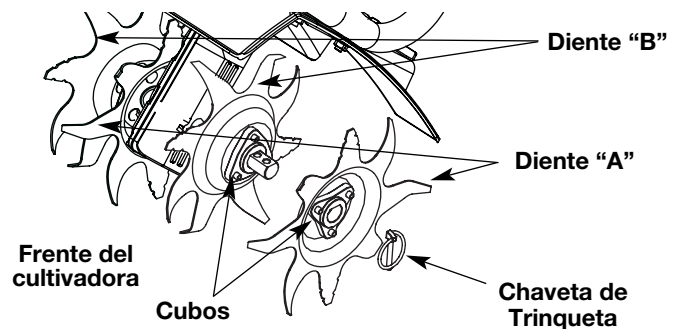

Fig. 11
2. Saque las presillas del pasador de la horquilla y los pasadores de la horquilla (Fig. 11).